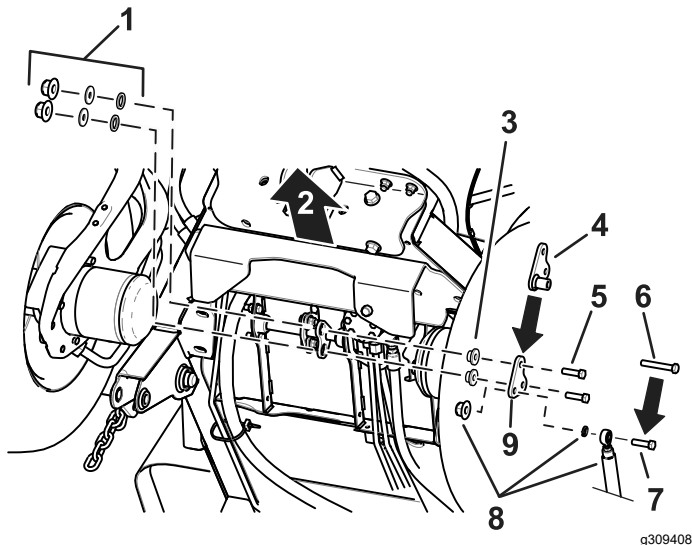

图 3
1. 如 图 3 所示从机器上卸下现有隔片。
2. 使用新螺栓 $\frac{3}{8} \times 2\frac{1}{2}$ 英寸和现有五金件安装新踏板隔片请参阅 图 3。